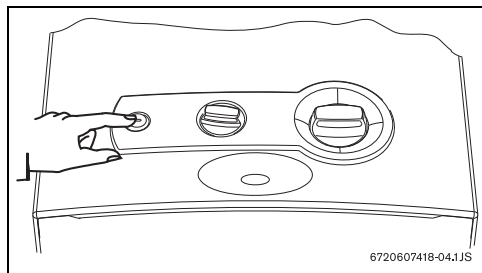

Fig. 5
► Azionare l'interruttore di accensione (Fig. 5).